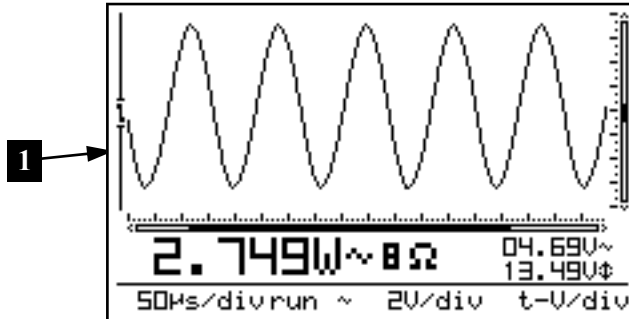

Fig 42
- Cambiar la base de tiempos o la sensibilidad desactiva el modo "autorango". (Fig 42)